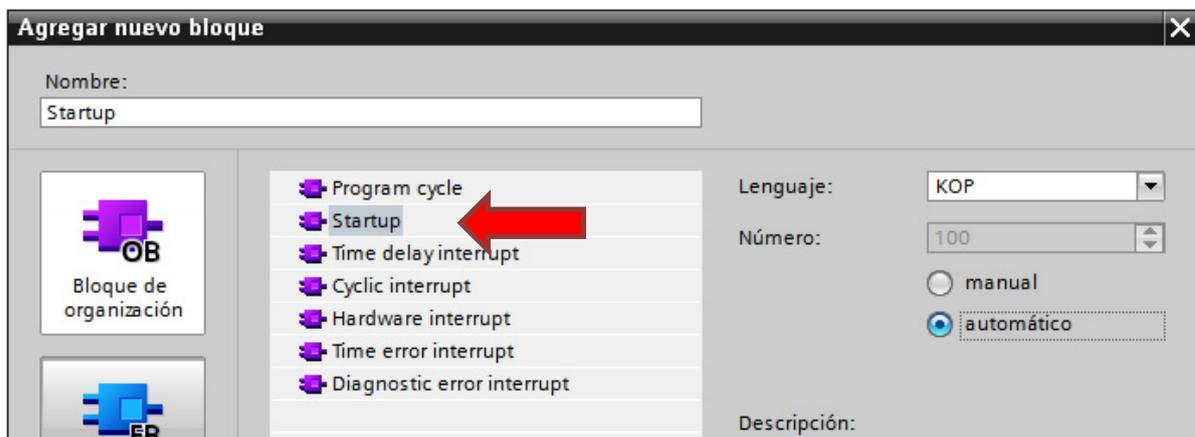

Figura 24. Inserción de un bloque OB100 (Startup) para la inicialización de variables del PLC.
Por último, si necesitamos asignar valores de inicialización para alguna variable de la memoria de marcas del PLC podemos hacerlo agregando al proyecto un bloque de tipo organización (OB) denominado **Bloque Startup (OB100)**, mediante la opción que muestra la Figura 24.